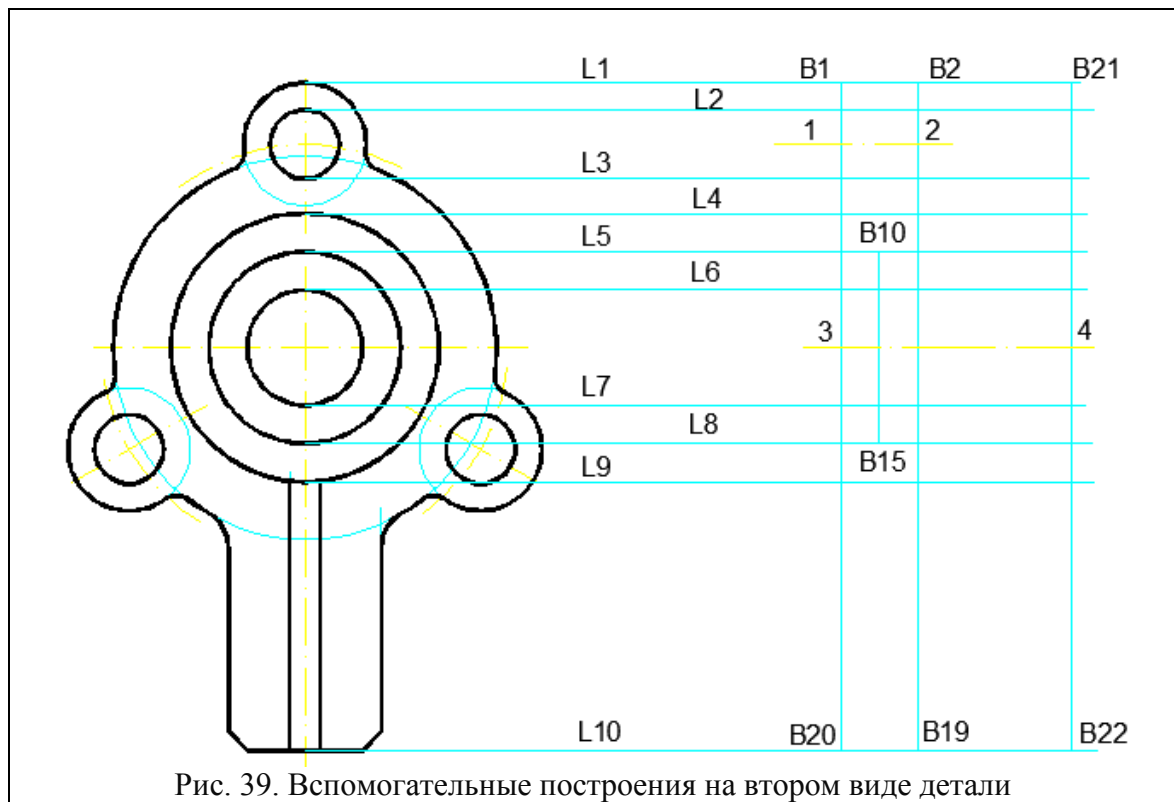

Рис. 39. Вспомогательные построения на втором виде детали
- построение изображения необходимо начать с проведения вертикальных линий, ограничивающих контур изделия **B1-B20** и **B21-B22**, расстояние между которыми **60 мм** (рис. 39). Точки **B1, B20, B21** и **B22** имеют следующие координаты **B1 (260, 268)**, **B20 (260, 95)**, **B21 (320, 268)**, **B22 (320, 95)**;
- постройте горизонтальные линии связи от **L1** до **L10**, используя объектный захват точек на главном виде изображения (рис. 39);
- проведите осевые линии **1-2** и **3-4** (рис. 39).